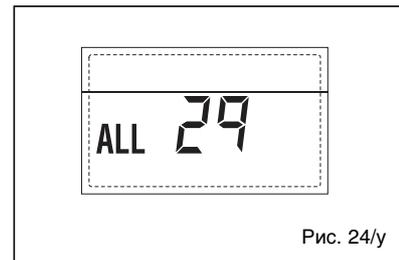

Рис. 24/y
**– НЕПОЛАДКА ПОЛОМКИ ДАТЧИКА ПОДАЧИ ВТОРОЙ СМЕШАННОЙ ЗОНЫ “ТРЕВ 23”** (рис. 24/s)